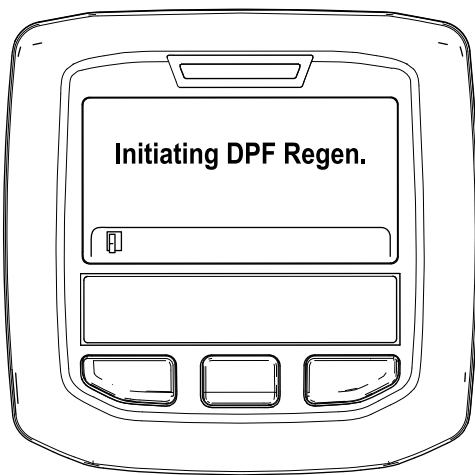

図 31
A. Initiating DPF Regen DPF 再生開始中というメッセージが表示される 図 31。